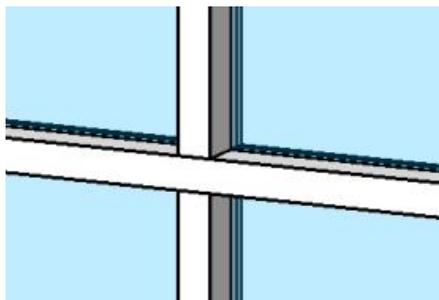
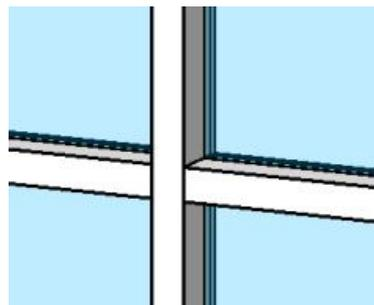

图 3-35 对横竖梃进行“结合”
图 3-36 对横竖梃进行“打断”
• 在绘图区域中,选择竖梃。单击“修改 | 幕墙竖梃”选项卡的“竖梃”面板中的“结合”或“打断”命令。使用“结合”可在连接处延伸竖梃的端点,以便使竖梃显示为一个连续的竖梃(图 3-35);使用“打断”可在连接处修剪竖梃的端点,以便将竖梃显示为单独的竖梃(图 3-36)。